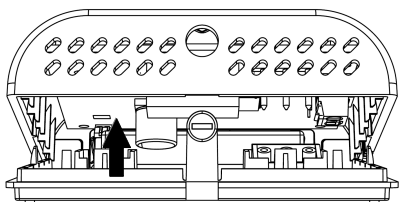

Abb. 3
- 2 Heben Sie nun den Deckel nach oben, um diesen vollständig zu entfernen (Abb. 3).